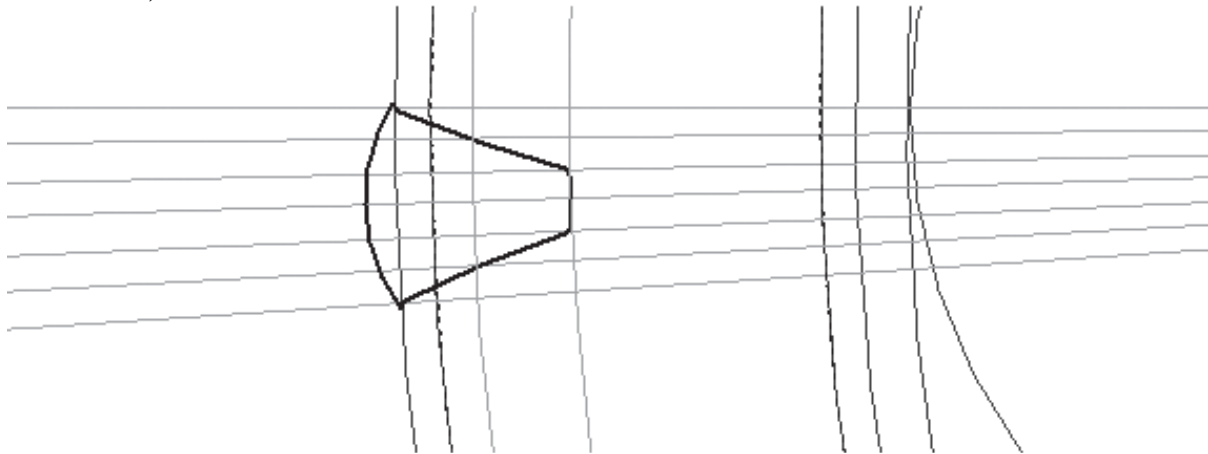

Рисунок 1.6 – Ескіз профілю вирізу між зубами
3. Прив'язуючись до сітки допоміжних ліній, побудуйте контур профілю вирізу між зубами (рис. 1.6).